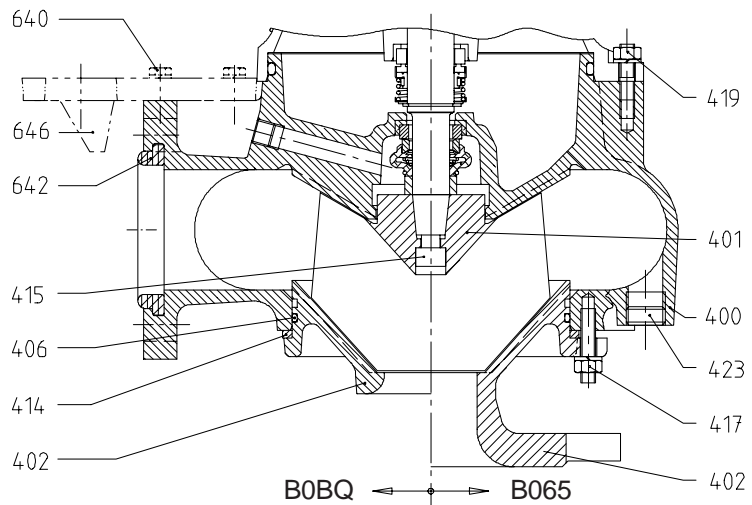

fig.3.6:
3.3.4 VERWIJDERING VAN HET ZUIGDEKSEL BIJ "NIET-NASTELBARE" POMPEN (fig.3.6 en 3.7)
3.4.3 MONTAGE VAN HET ZUIGDEKSEL VAN "NIET-NASTELBARE" POMPEN (fig.3.6 en 3.7)